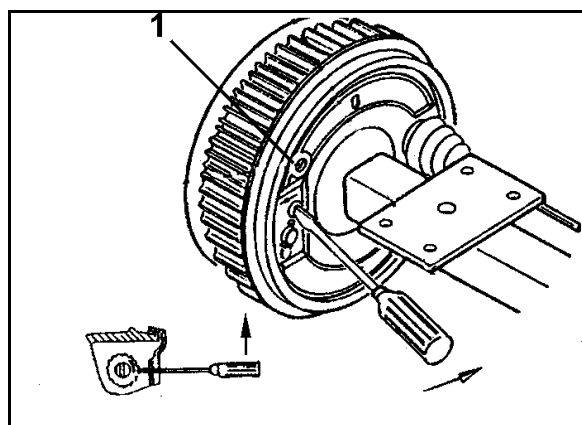

Fig. 93
- Orificio de comprobación (Fig. 93/1)